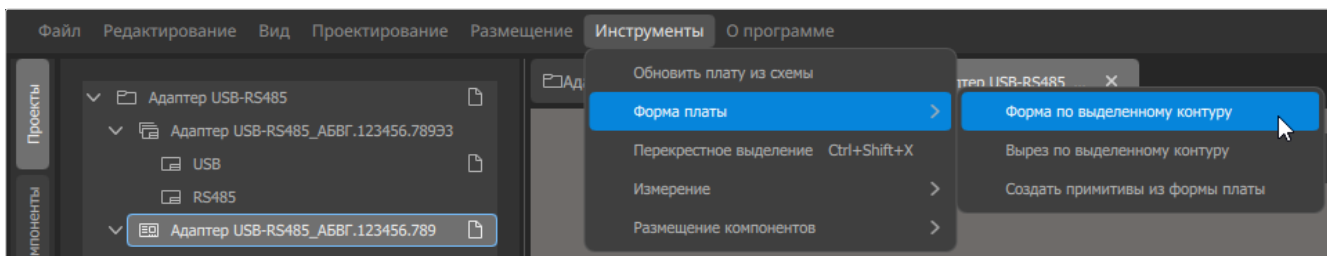

Рисунок 117. Команда меню «Форма по выделенному контуру»
- 5) Вызвать команду меню «Инструменты» → «Форма платы» → «Форма по выделенному контуру» (см. рисунок 117).